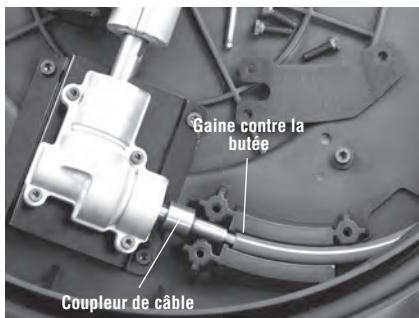

Figure 15 – Remplacement du câble gainé
7. Réassemblez en inversant le processus et en vérifiant le serrage approprié de l'ensemble des vis. Assurez-vous que la gaine de câble arrive contre la butée de son support à l'intérieur du tambour afin de minimiser le câble exposé (*Figure 15*).